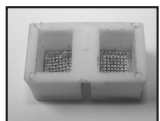

Figura 4
7. En este punto, puede retirar el cartucho de filtro en la base de la cámara de presión con alicates y puede limpiarlo (figura 4).